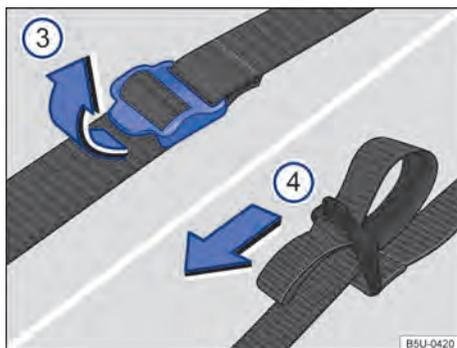

Fig. 127 Cintas de fijación de la bolsa de herramientas de a bordo.
- Tirar de las hebillas de la cinta de fijación en el sentido de la flecha → **fig. 127** ③.
- Tirar firmemente de las cintas ① por las alzas en el sentido de la flecha → **fig. 127** ④ para fijar la bolsa de herramientas de a bordo.